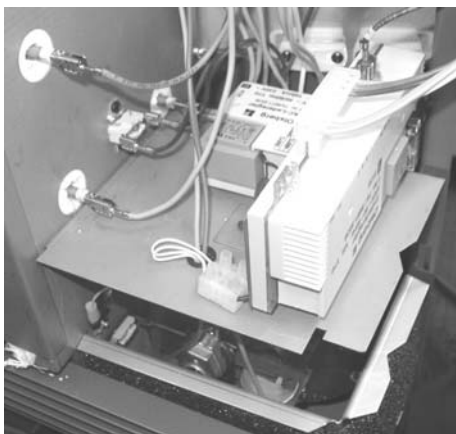

Fig.4 Entladeregelung anschrauben
- Entladeregelung mit den beiliegenden Schrauben 3,5x9,5 am Trennblech im Speicherheizgerät befestigen (Fig.4).